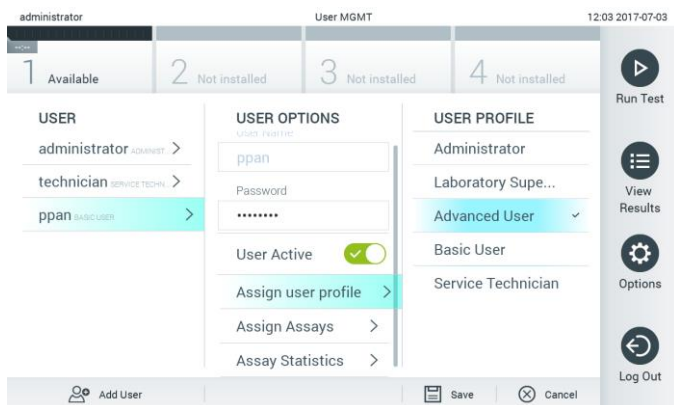

Figura 49. Alocarea profilurilor de utilizator utilizatorilor.
- **Assign User Profile** (Alocare profil de utilizator): Permite alocarea unui alt profil de utilizator utilizatorului respectiv (de exemplu, Administrator, Laboratory Supervisor (Supraveghetor de laborator), Advanced User (Utilizator avansat), Basic User (Utilizator de bază)). Selectați profilul de utilizator corespunzător din lista din dreapta zonei de conținut (Figura 49).